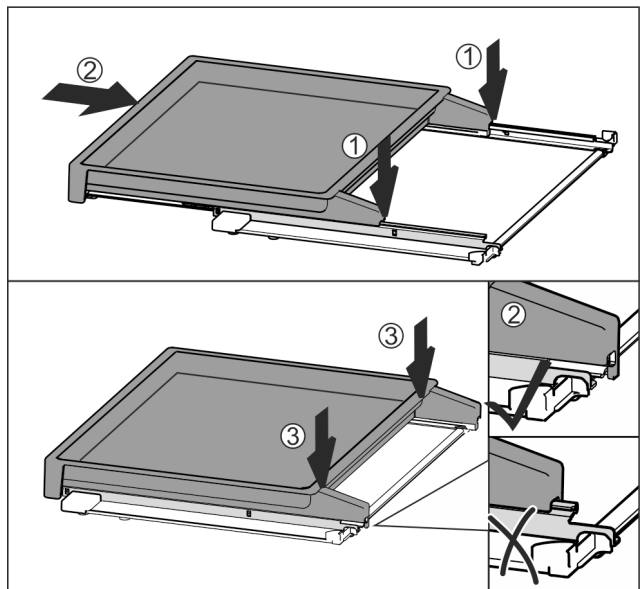

Fig. 79
- ▶ Встановіть по центру на рейки Fig. 79 (1).
- ▶ Повністю вставте витяжну панель Fig. 79 (2).
- ▶ Натиснути на задній бік, доки вона не зафіксується зі звуком Fig. 79 (3).